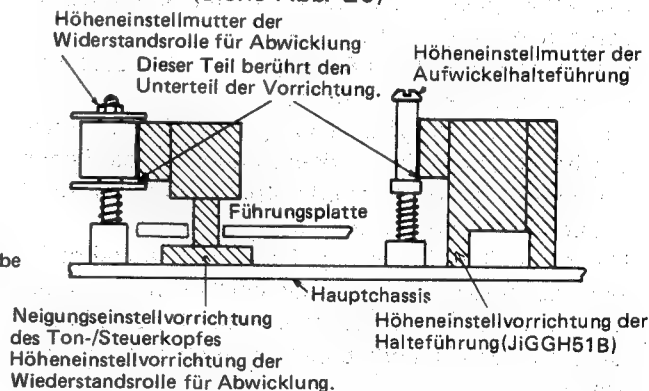
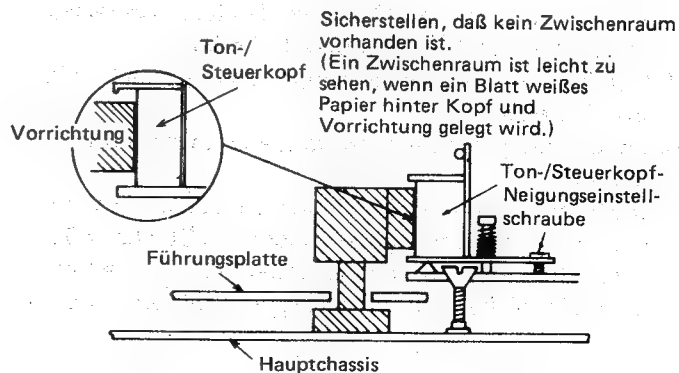
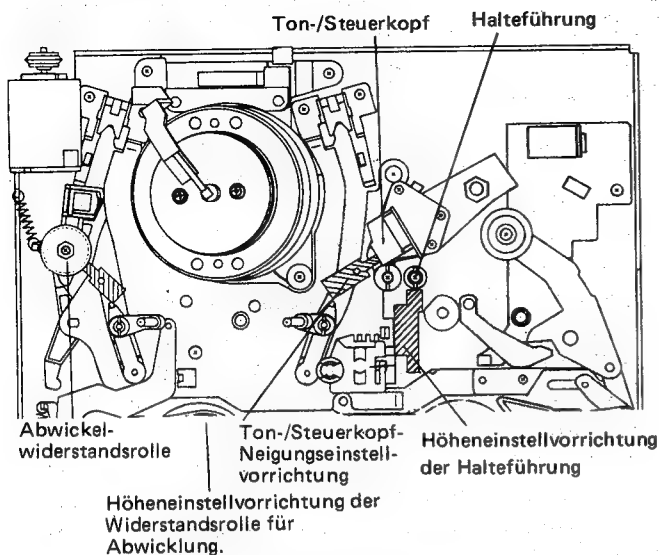

Abbildung 19
Abbildung 20.
Abbildung 21.
1. Das Gerät auf die Lade-Betriebsart einstellen. Die Abwickelwiderstandsrollen-Höheneinstellvorrichtung (die gleiche wie die Ton-/Steuerkopf-Neigungseinstellvorrichtung) gemäß Abb. 19 auf das Hauptchassis stellen. Einzelheiten sind auch aus Abb. 21 ersichtlich. Die Abwickelwiderstandsrollen-Höheneinstellmutter mit einem Steckschlüssel langsam drehen, bis die Höhe der Rolle vorschrittsmäßig ist.
2. Das Gerät auf die Entlade-Betriebsart einstellen. Die Höheneinstellvorrichtung der Halteführung gemäß Abb. 20 auf das Hauptchassis stellen. Einzelheiten sind auch aus Abb. 21 ersichtlich. Die Höheneinstellmutter der Halteführung mit dem Einstellschraubenzieher (JiGDRIVERH-4) langsam drehen, bis die Höhe der Führung vorschrittsmäßig ist.
3. Das Gerät auf die Entlade-Betriebsart einstellen. Die Ton-/Steuerkopf-Neigungseinstellvorrichtung gemäß Abb. 19 auf das Hauptchassis stellen. Einzelheiten sind auch aus Abb. 21 ersichtlich. Die Einstellschraube mit einem Kreuzschlitzschraubenzieher langsam drehen, bis zwischen der Vorrichtung und dem Ton-/Steuerkopf kein Zwischenraum mehr vorhanden ist. (Siehe Abb. 20)
2. Die Neigungseinstellschraube ⑥ mit einem Kreuzschlitzschraubenzieher lösen.
3. Die Schraube ⑤ (3P + 8S) mit einem Kreuzschlitzschraubenzieher abschrauben.
4. Die Ton-/Steuerkopfschraube ④ mit einem Kreuzschlitzschraubenzieher lösen; dabei auf die Feder zwischen der Ton-/Steuerkopfplatte und der Ton-/Steuerkopfschraube achten.
7. Den Ton-/Steuerkopf-Neigungswinkel gemäß Abb. 20 einstellen.
4. Den Neigungswinkel des Ton-/Steuerkopfes gemäß Abb. 20 einstellen.